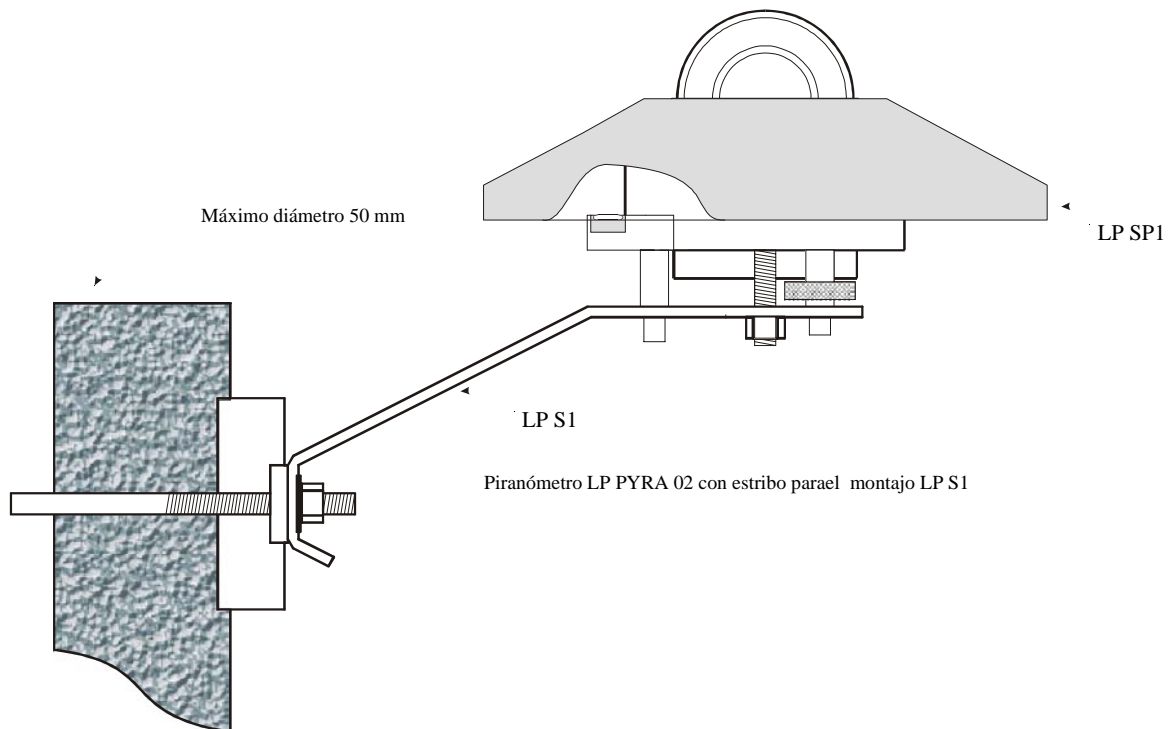

Fig. 3
- El soporte LP S1 (fig. 3), suministrado bajo pedido como accesorio, permite montar fácilmente el piranómetro a un asta de soporte con un diámetro máx de 50 mm. El operador tiene que controlar que el asta de soporte no sobrepase en altura el plano del piranómetro, para evitar durante la medición, todo tipo de error debido a reflejos o sombras provocadas por el soporte mismo. Para fijar el piranómetro al estribo de soporte, es necesario quitar primero la pantalla de protección, desenroscando los tres tornillos; después de haber fijado el instrumento, se termina la operación volviendo a poner la pantalla blanca de protección.